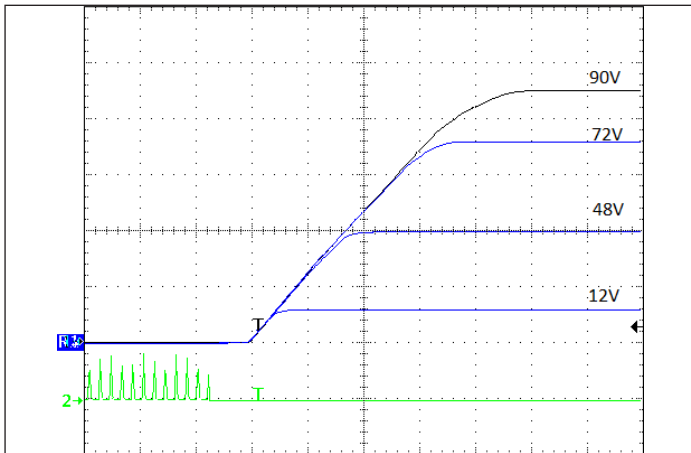

图7: 在48V输入时, 启动瞬态。满载(5ms/div), 顶部曲线: Vout(20V/div), Ch2: ON/OFF 输入(5V/div)
**ON/OFF 功能:** 只有负开 / 关逻辑可用在转换器系列中: 输入端的逻辑高电平使转换器关闭, 而逻辑低电平转入“开”。这个时间如图 7、8 所示: 高水平可以驱动到任何电压在 1.5V 和 3.3V 之间, 或者干脆保持浮动状态该单元包含一个内部 25KΩ 上拉至 5.0V; 引脚可通过光耦合器 (开源 / 漏极晶体管或永久连接到 Vsense-; 为了提供抗扰度, 输入具有 0.3V 滞后, 具有通用 Vsense 连接的多个单元可以通过相同的开 / 关信号控制, 但它是建议在每个输入中添加一个小二级管, 如图 B 所示。